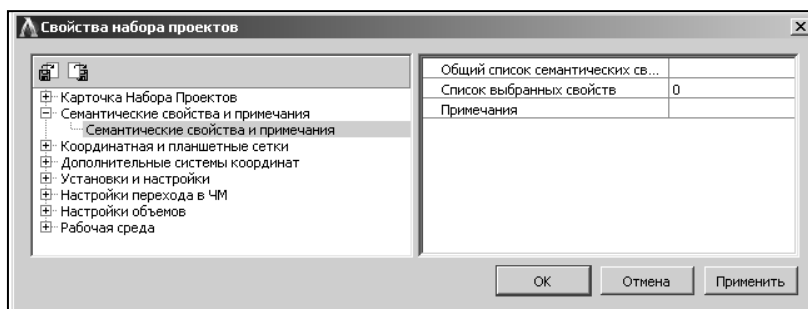
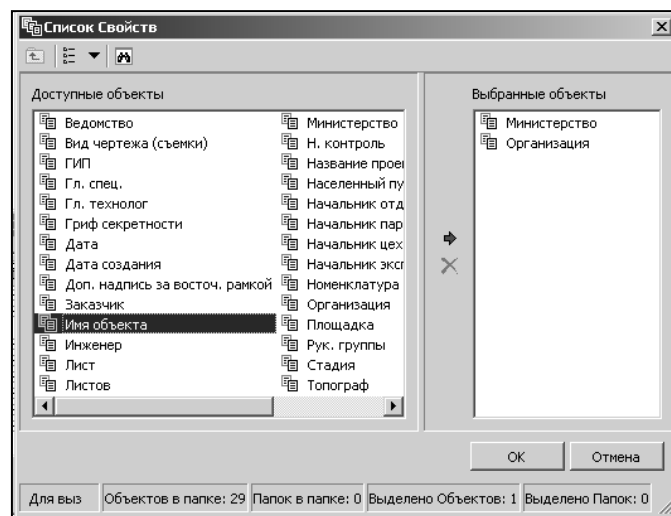

Рис. 13
Рис. 15
*Семантические свойства и примечания* (рис. 13) — это произвольные свойства набора проектов, самостоятельно создаваемые пользователем. Свойства могут быть трех типов: текст, число или дата. Предназначены для описания непредусмотренных в программе характеристик набора проектов. Могут использоваться для хранения произвольной информации об объекте, для оформления чертежей, планшетов, ведомостей.
Для формирования семантических свойств необходимо в поле **Общий список семантических свойств** нажать кнопку . При этом откроется список уже созданных семантических свойств (рис. 13). Его можно редактировать, добавлять новые свойства, изменять параметры имеющимся.
Для формирования списка семантических свойств набора проектов необходимо из диалога **Свойства набора проектов** (рис. 13) в поле **Список выбранных свойств** вызвать окно **Список свойств** (рис. 15). В нем нужно выбрать свойства, которые будут использованы как переменные в полях штампа, при формировании чертежей и ведомостей или в полях зарамочного оформления планшетов.